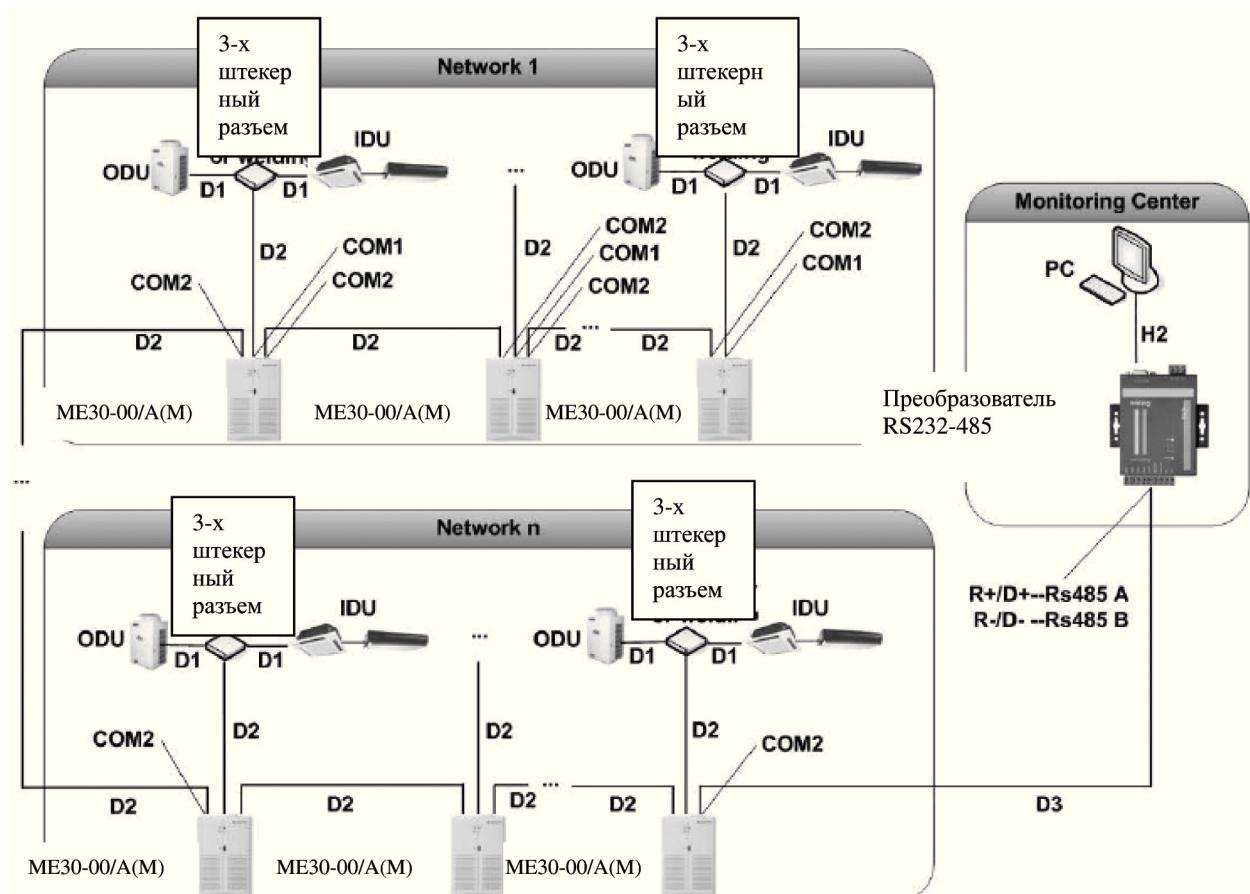

Рис. 7.1
7.1.2 Для подключения к ПК используется преобразователь интерфейсов (конвертер) RS232-485, а также блок коммутации МЕ30-00/Е2. Количество блоков коммутации равно количеству систем (наружных блоков). Схема рис. 7.1.